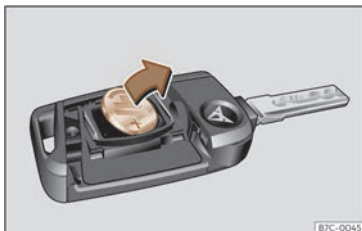

Fig. 45 Clé du véhicule : retirer la pile.
- Retirez la pile du compartiment à l'aide d'un objet pointu adapté >>> fig. 45.
- Encastrez la pile bouton neuve dans le compartiment >>> ①.